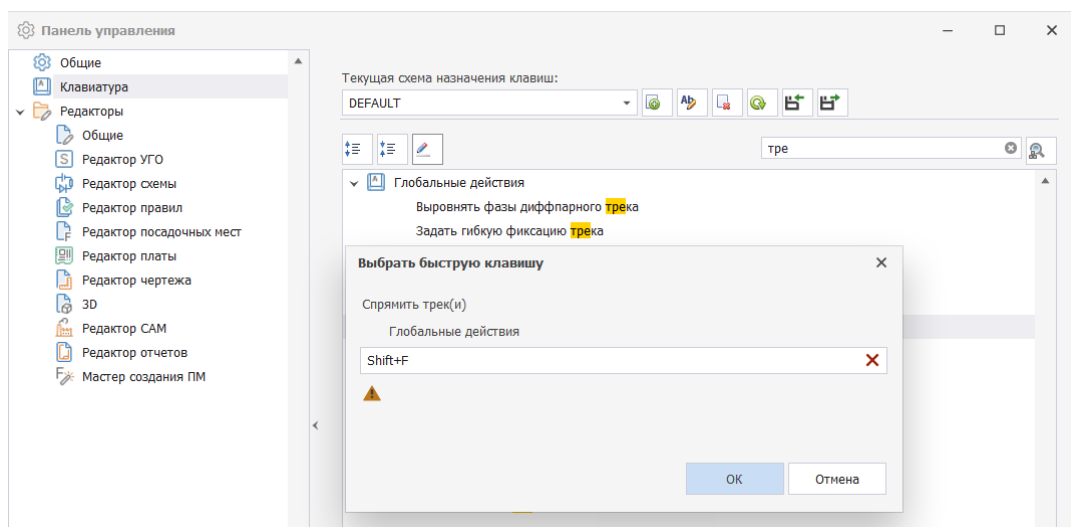

Рис. 39 Выбор быстрой клавиши
3. На экране отобразится окно «Выбор быстрой клавиши». Нажмите на клавиатуре клавишу (или комбинацию клавиш), Рис. 39. Нажмите «ОК».